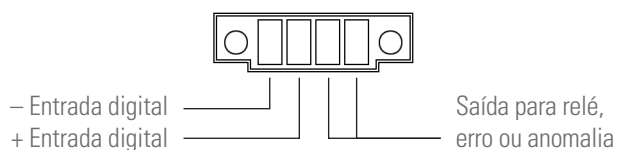

Fig. 20. Conector Entrada digital-Saída para relé.
- O equipamento dispõe de um conector de quatro terminais para uma entrada digital e uma saída para relé (ver Fig. 20).